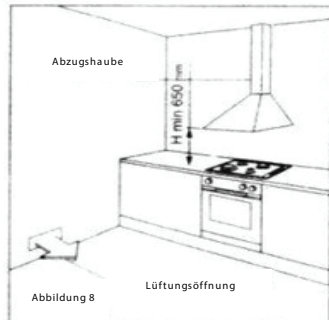

Abbildung 8
1. Außenlüftung: Verbinden Sie die Entlüftungsabdeckung mit der Außenluft, wie in Abbildung 8 dargestellt. Dies gewährleistet